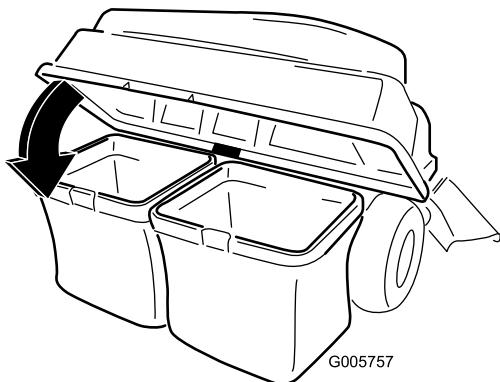

Figura 13
- Baje la tapa del ensacador sobre la bolsa (Figura 13).